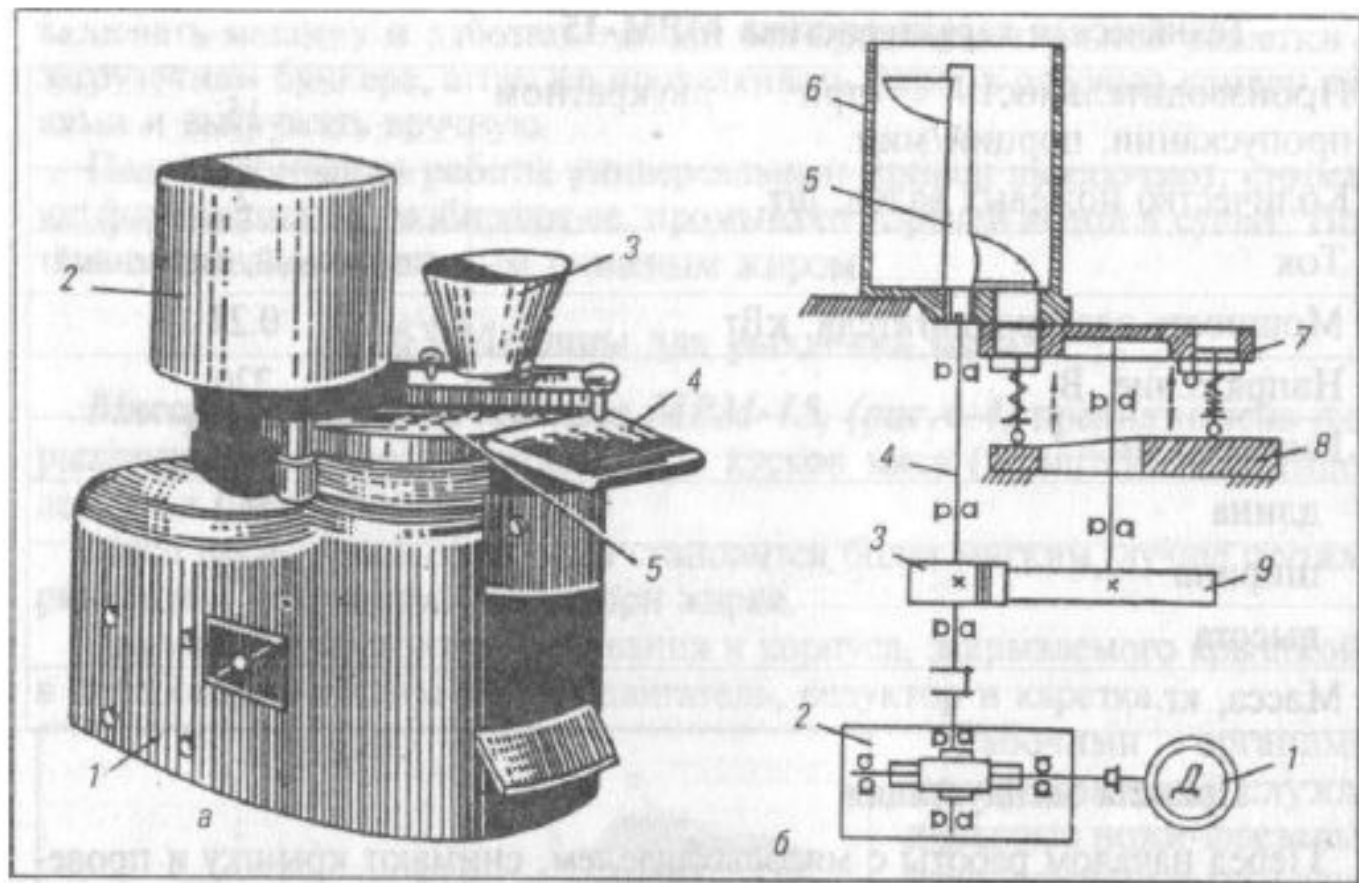

Рис. 4-5. Котлетоформовочная машина МФК-2240.
*Котлетоформовочная машина (рис.4-5)* предназначена для формовки котлет и биточков. Она состоит из корпуса, формирующего стола с поршнями, бункеров для фарша и сухарей, приводного механизма, сбрасывателя и механизма регулирования.